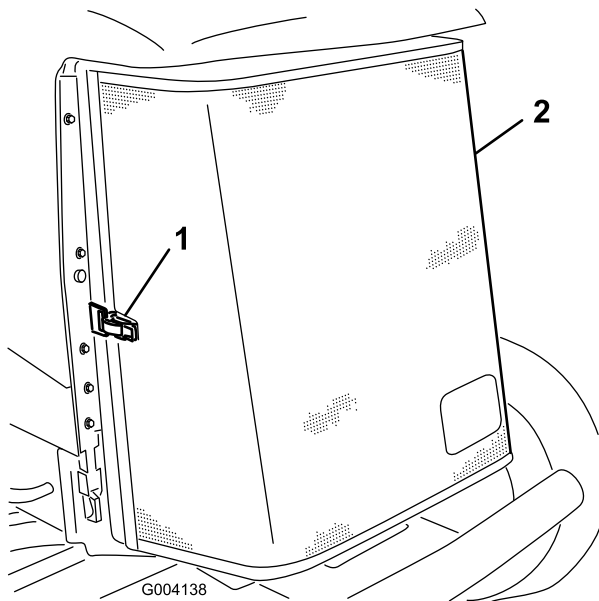

Figura 109
5. Desenganche la rejilla trasera y ábrala (Figura 109).